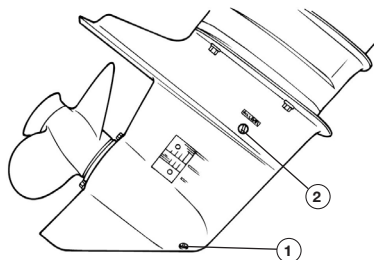

Рис. 56 Пробки сливного и контрольного отверстий
1. Наклоните мотор так, чтобы сливное отверстие было в самом нижнем положении (Рис. 56).
3. Выкрутите пробку 1 сливного отверстия (Рис. 56).
4. Выкрутите пробку 2 контрольного отверстия (Рис. 56), это позволит маслу быстрее стечь.
7. Когда масло начнет выступать из контрольного отверстия, сначала закрутите пробку 2 контрольного отверстия, затем пробку 1 сливного отверстия (Рис. 56).